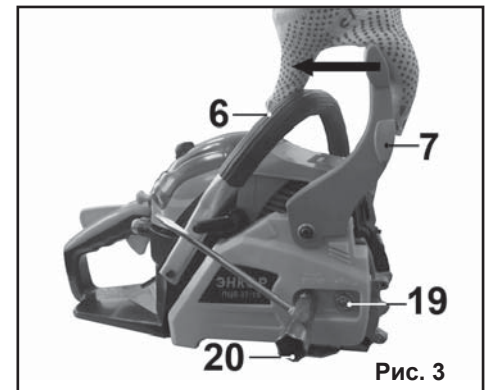

Рис. 3
6.1.1. Установите тормоз цепи (7) в нерабочее положение переместив его в сторону верхней рукоятки (6), как показано стрелкой на (Рис.3).